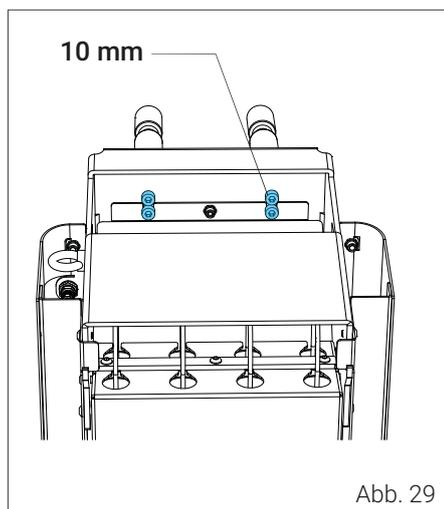
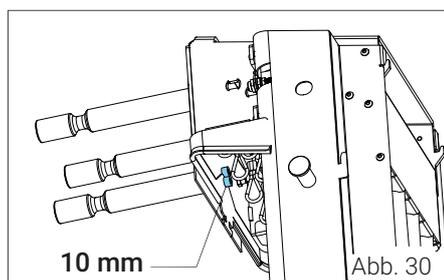

Abb. 29
Abb. 30
- 3 Sie können jetzt jeweils die zwei mikroverkapselten M8 Zylinderkopfschrauben der Sattelaufnahmebolzen mit einem 6 mm Innensechskantschlüssel lösen. Die beiden oberen Sattelaufnahmebolzen können im Inneren der Station von oben gelöst werden (Abb. 29). Die Schrauben des unteren Sattelaufnahmebolzens lässt sich nur im Inneren des Werkzeugfachs (7) lösen (Abb. 30).